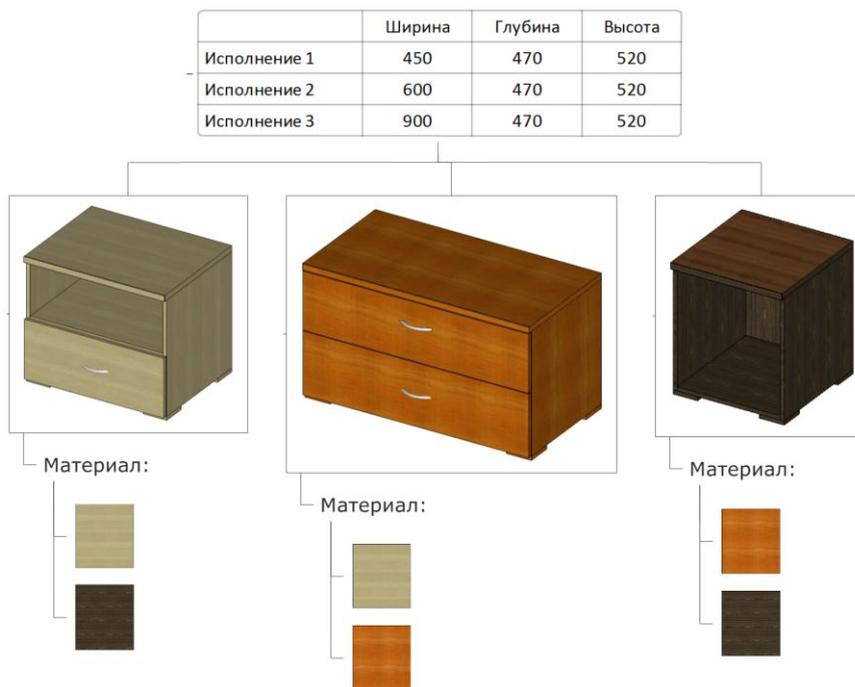

Рис. 5
2) Модели типовых стандартных изделий, получаемые на основе параметрических прототипов. Такие модели имеют строго predetermined состав изделия, габаритные параметры и материалы (рис. 5).